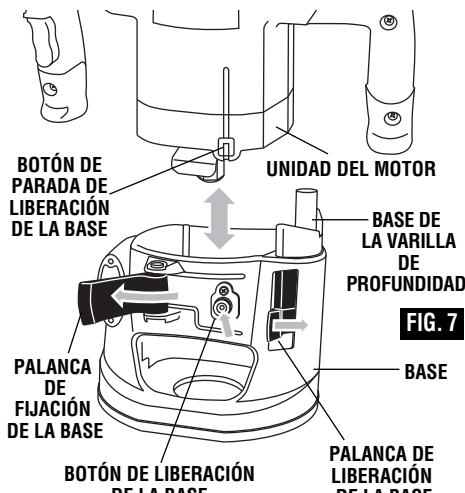

FIG. 7
- Sostenga la fresadora en posición vertical, abra la palanca de fijación de la base, empuje la palanca de liberación de la base en el sentido de la flecha y tire de la unidad del motor hacia arriba para separarla de la base; justo antes de que el motor esté completamente fuera de la base, dejará de moverse. En ese momento, oprima el botón de liberación de la base y tire de la unidad del motor hacia arriba hasta sacarla de la base (Fig. 7).
- Deslice el motor al interior de la base hasta que la palanca de liberación de la base se acople en la ranura que está en la unidad del motor (Fig. 7).